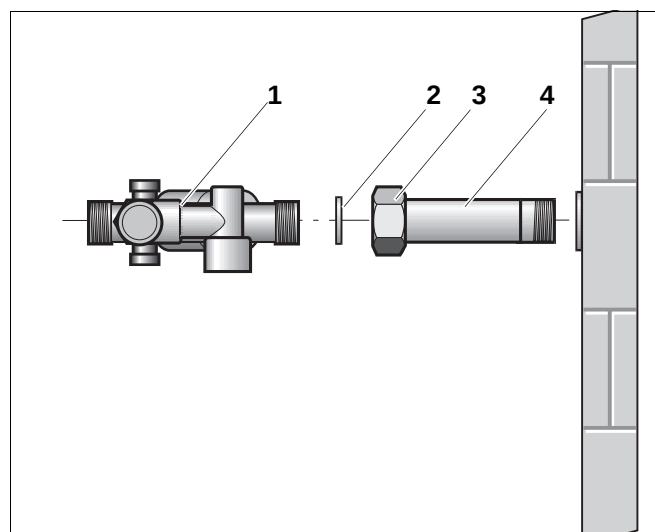

Abb. 32 Sicherheitsgruppe, Unterputzmontage
- Schraubnippel R $\frac{1}{2}$ x 122 mit Überwurfmutter (Abb. 32, Pos. 3 + 4) in den Kaltwasseranschluss mit Hanf eindichten.
- Sicherheitsgruppe (Abb. 32, Pos. 1) mit Dichtung (Abb. 32, Pos. 2) am Schraubnippel anschrauben. Auf Dichtung und Fließrichtung achten!